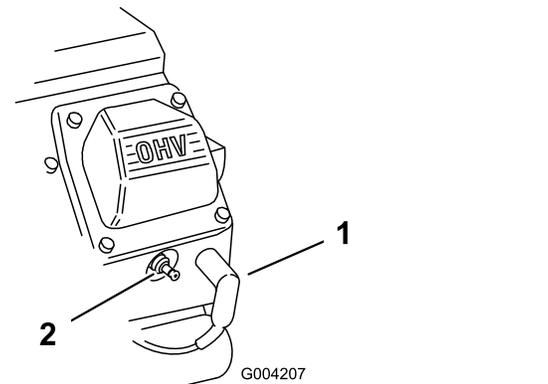

Bild 47
2. Ziehen Sie die Kabel von den Zündkerzen ab (Bild 47).
- Stecken Sie die Kabel auf die Zündkerzen (Bild 47).